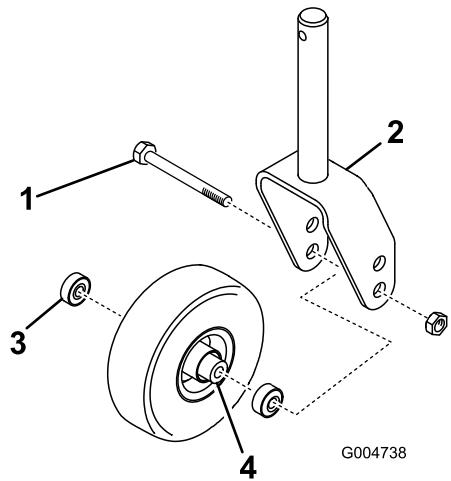
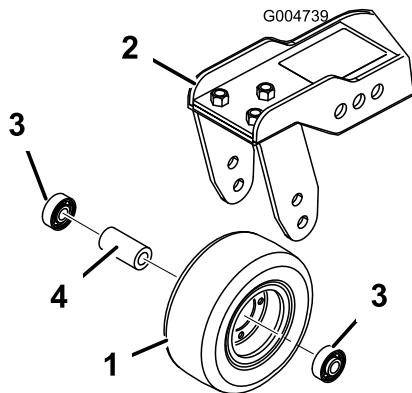

Bild 105
Bild 106
1. Entfernen Sie die Sicherungsmutter von der Schraube, mit der das Laufrad zwischen der Laufradgabel (Bild 105) oder dem Laufradgelenkarm (Bild 106) befestigt ist.
2. Entfernen Sie das Lager aus der Radnabe und lassen das Lagerdistanzstück herausfallen (Bild 105 und Bild 106).